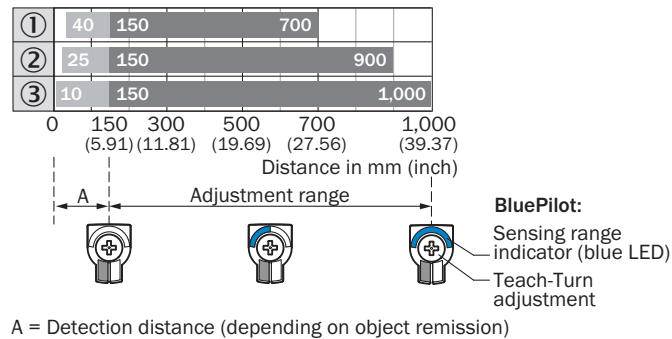

Figura 51: Diagramma a barre 1
Controllare le condizioni d'impiego: predisporre la distanza di lavoro e la distanza dall'oggetto o dallo sfondo nonché il fattore di riflessione dell'oggetto in base al relativo diagramma [figura 50, figura 51] (x = distanza di lavoro, y = distanza minima tra distanza di lavoro impostata e sfondo (bianco, 90%). Coefficiente di riflessione: 6% = nero ①, 18% = grigio ②, 90% = bianco ③ (riferito al bianco standard secondo DIN 5033). Si consiglia di effettuare l'impostazione con un oggetto a basso coefficiente di riflessione.